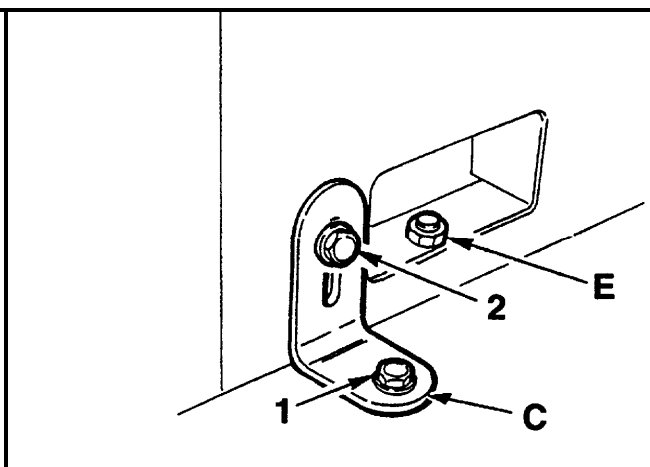

Fig. 05-04
- Ricontrollare il livellamento, se necessario agire sui grani di regolazione "A", poi bloccarli con i relativi controdati "E" - **Fig. 05-04**.
- Bloccare prima le viti "1" che fissano gli squadretti "C" a terra, poi le viti "2" che fissano gli stessi squadretti alla macchina (**Fig. 05-04**).